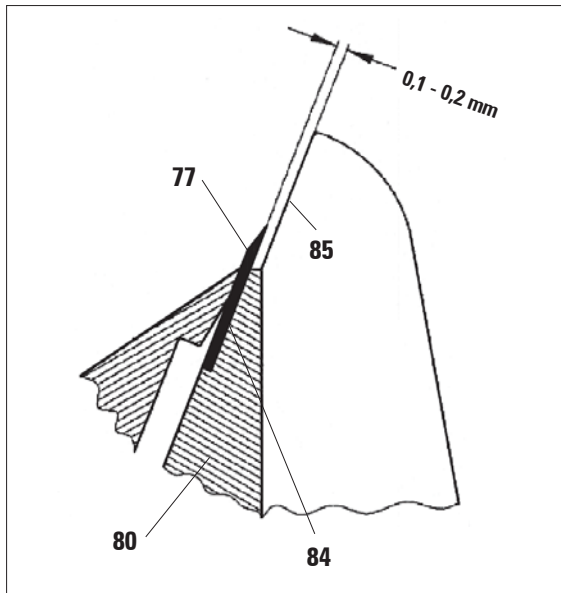

Fig. 30
- Fäll ner knivskyddet (5).
- Vrid bladets fastspänningsspak (89) neråt
- Drag ut spännsaken (89) sidledes.
- Tag bort tryckplattan (86).
- Vid hopmontering se till att tryckplattans övre kant (86) sitter parallellt med och på samma höjd som överkanten på bakre tryckplattan (80) (se Fig. 30, page 31).